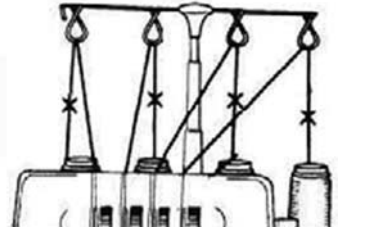

Abb.35
2. Knoten Sie die Enden von altem und neuem Faden zusammen (Abb. 35).